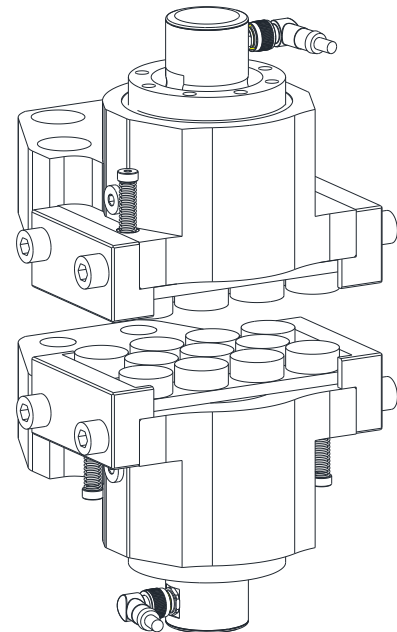

Bild 20: Montage des Zustands-Verschleißsensors
- Schrauben Sie den Sensor (Bauteil 4) in die Einstellmutter zunächst handfest ein (siehe Bild 20).